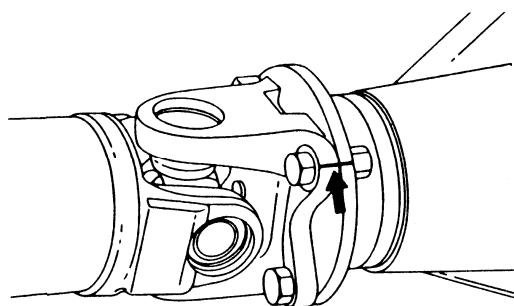

图 3-102 传动轴法兰盘记号与差速器凸缘法兰盘上的记号
(1) 如图 3-102 所示，在拆卸过程中应使法兰盘上的记号与差速器凸缘法兰盘上的记号对准。